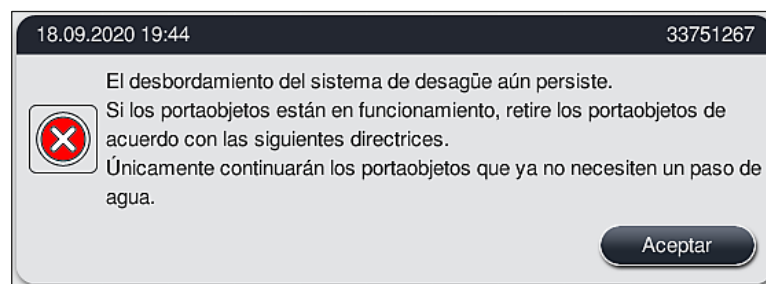

Fig. 125
- Si el bloqueo sigue sin poder eliminarse a pesar de las medidas de limpieza, las estaciones de agua se desactivan debido al nivel crítico persistente del agua. Las estaciones de agua se identifican como defectuosas en la pantalla. Para cancelar uno o más programas, pulse (→ "Fig. 123-2") o (→ "Fig. 124-2") para iniciar el proceso de cancelación controlada. Los programas que no requieren un paso de agua continúan hasta el final del proceso de tinción. Todas las cestas restantes que sigan necesitando al menos un paso de agua deben cancelarse y retirarse del instrumento. Confirme el siguiente mensaje (→ "Fig. 125") pulsando **Aceptar**.